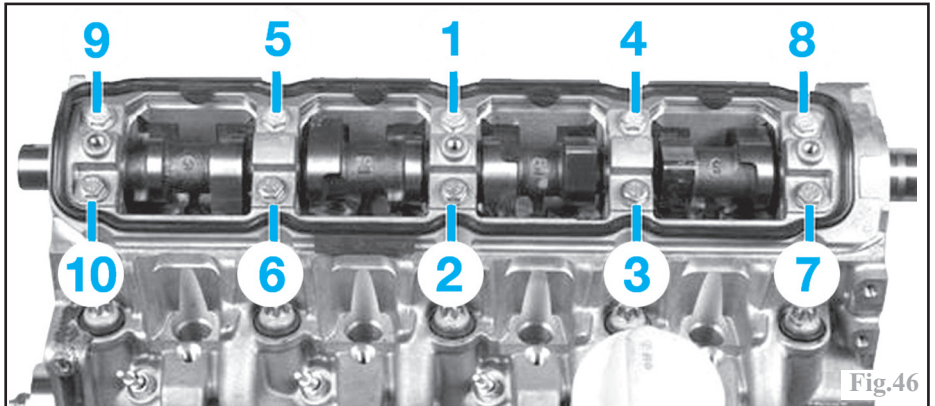

Fig.46
-déposer le carter-chapeaux de paliers d'arbre à cames, en le desserrant progressivement par passes successives et dans l'ordre inverse du serrage prescrit (Fig.46).
-serrer les vis de fixation du carter-chapeaux de paliers d'arbre à cames en respectant l'ordre et le couple de serrage prescrits (Fig.46).